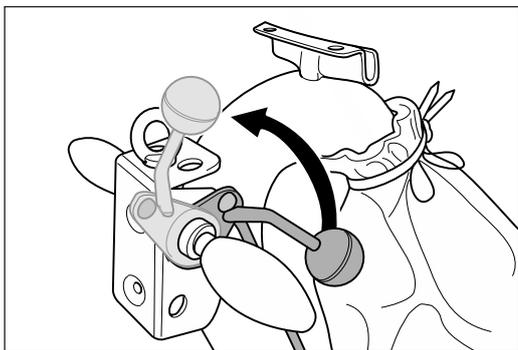

Abb. 16 Den Ablasshebels am Handgriff bis zum Anschlag nach oben ziehen. Dadurch wird die Schleifwalze vom Boden abgehoben.
- Vor dem Einschalten der Maschine immer die Schleifwalze vom Boden abheben (Abb. 16)!
- 1 Ziehen Sie den Ablasshebel am Handgriff bis zum Anschlag nach oben (Abb. 16). Dadurch wird die Schleifwalze vom Boden abgehoben.
- **Vor dem Einschalten der Maschine immer die Schleifwalze vom Boden abheben (Abb. 16)!**
- 1 **Ziehen Sie den Ablasshebel am Handgriff bis zum Anschlag nach oben (Abb. 16)!**
- 1 Bevor Sie die Maschine ausschalten, heben Sie die Schleifwalze vom Boden ab. Ziehen Sie dazu den Ablasshebel am Handgriff bis zum Anschlag nach oben (Abb. 16).